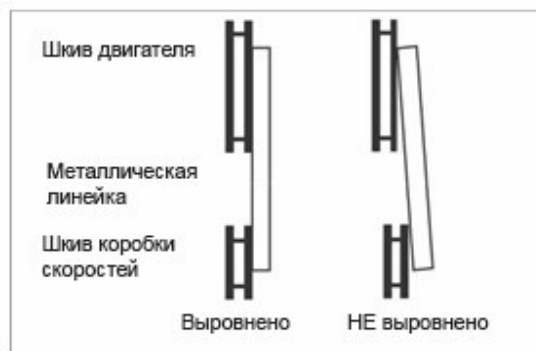

Рис. 11
1. Установите кромку металлической линейки таким образом, чтобы она располагалась вдоль плоских сторон шкивов (Рис. 11).
2. Если плоские стороны шкивов прижаты к линейке, значит шкивы выровнены. (Рис. 11).
3. Отрегулируйте двигатель, пока шкивы не выровняются, как показано на рис. 11.